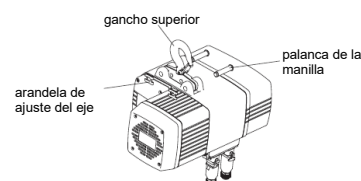

Imagen 1
- 1 Montaje de la placa de suspensión superior del gancho/soporte (Imagen 1)